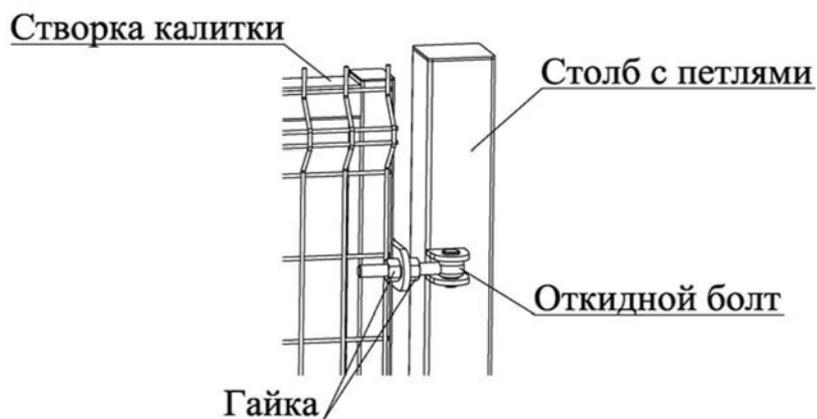

Рисунок 4
5. На откидные болты повесить створку калитки, выставить её по вертикали и горизонтали, используя уровень и закрепить с помощью гаек (смотри рисунок 4).